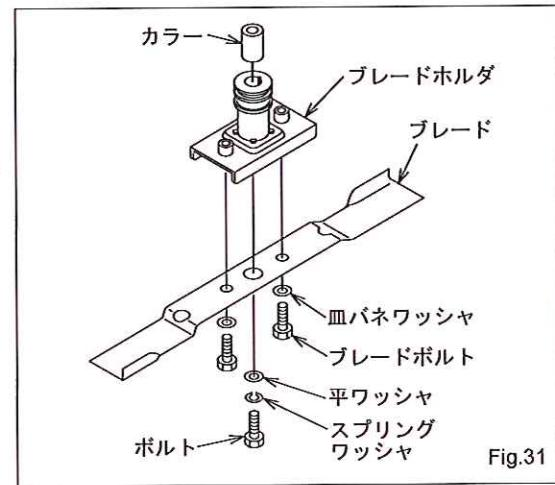

Fig.31
(3) ブレードを回らないように固定してブレードボルト(17 mm)をゆるめ、(ブレードボルトは右ネジですので、左方向に回すとゆるみます) ブレードを取り外します。(Fig.31)